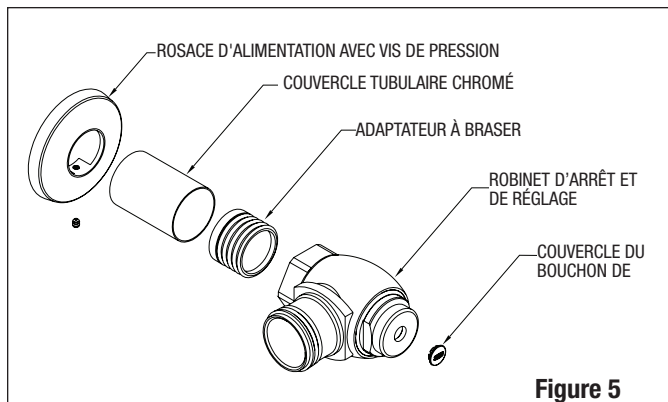

Figure 5
Étape 5 Installation du robinet d'arrêt et de réglage (figure 5)